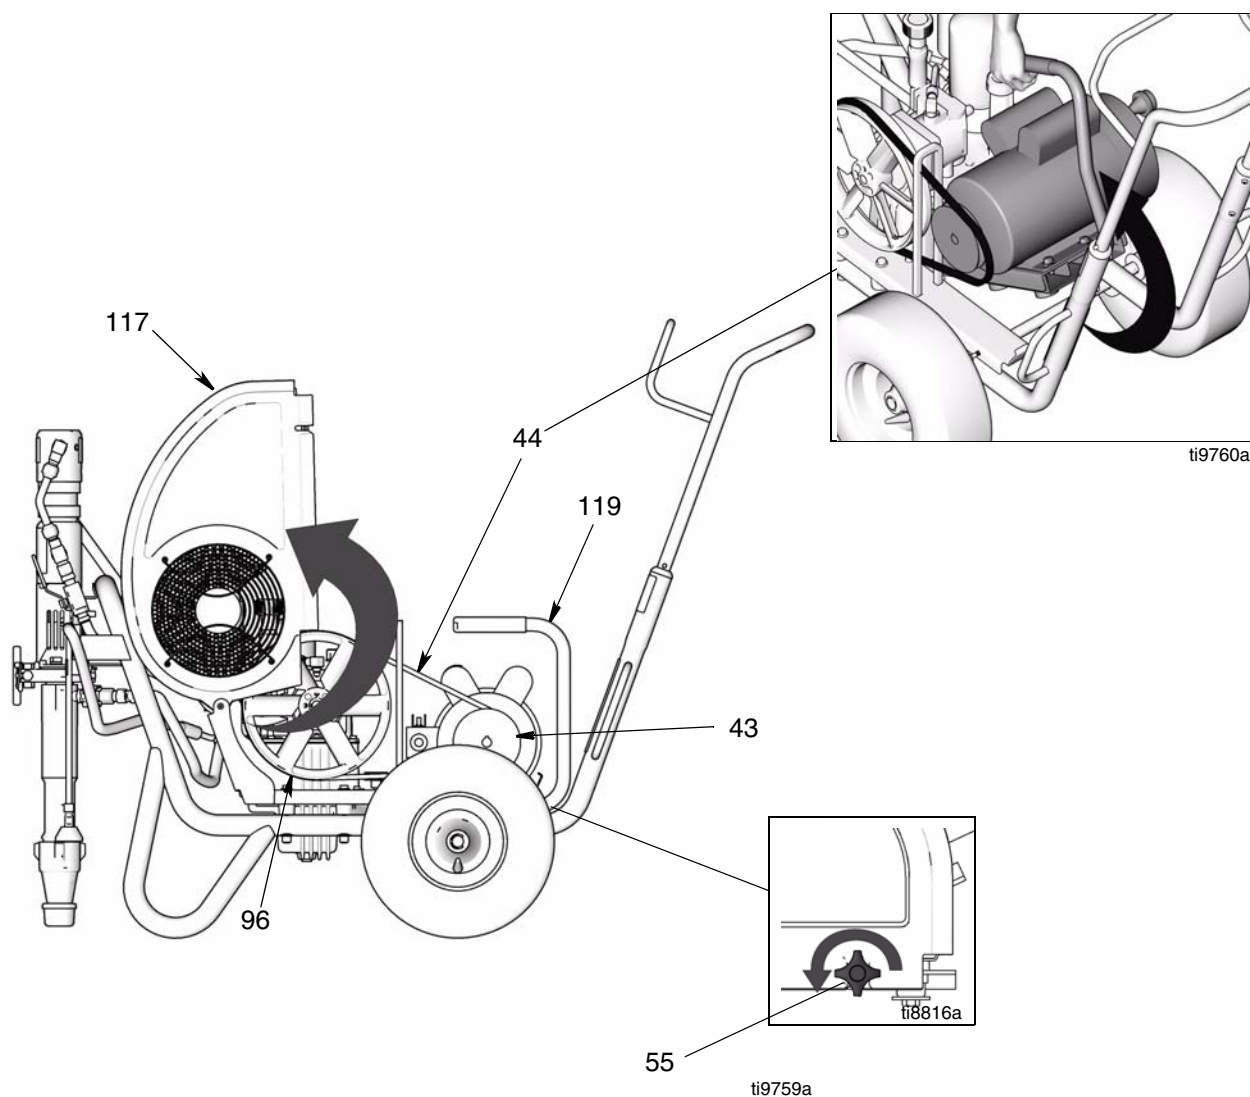

FIG. 3
2. (FIG. 3) Afloje el botón de la protección de la correa (55).
3. Gire hacia arriba la protección de la correa (117).
4. Levante el motor (119) para destensar la correa (44).
5. Retire la correa de la polea (43) y la polea del ventilador (96).